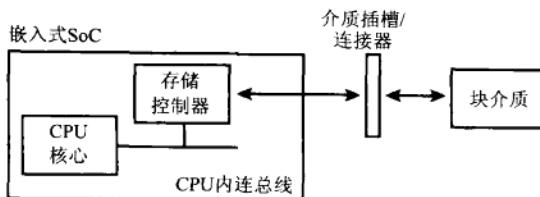

图14-3 嵌入式设备上的存储器
考虑图14-3中表示的嵌入式设备。SoC包含了一个内建的与块设备通信的存储控制器。其结构类似于SD/MMC介质，不同的是我们的存储控制器实例用表14-3所列的基本寄存器集描述。SECTOR\_NUMBER\_REGISTER寄存器规定了请求所要访问的起始数据扇区①，SECTOR\_COUNT\_REGISTER寄存器存放了要传送的扇区数，数据经由DATA\_REGISTER寄存器传输。COMMAND\_REGISTER寄存器指定了存储控制器的操作（如从介质读或向介质写）。STATUS\_REGISTER寄存器